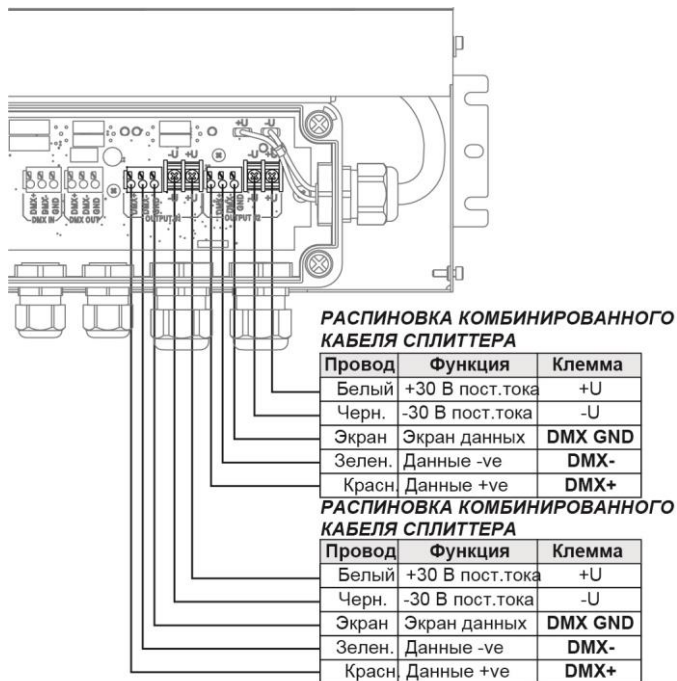

Рис. 15. Распиновка комбинированного кабеля сплиттера в блоке питания.
4. См. Рис. 15. Подключите провода комбинированного кабеля сплиттера к клеммам с обозначением **OUTPUT #1 (ВЫХОД № 1)** в блоке питания следующим образом: